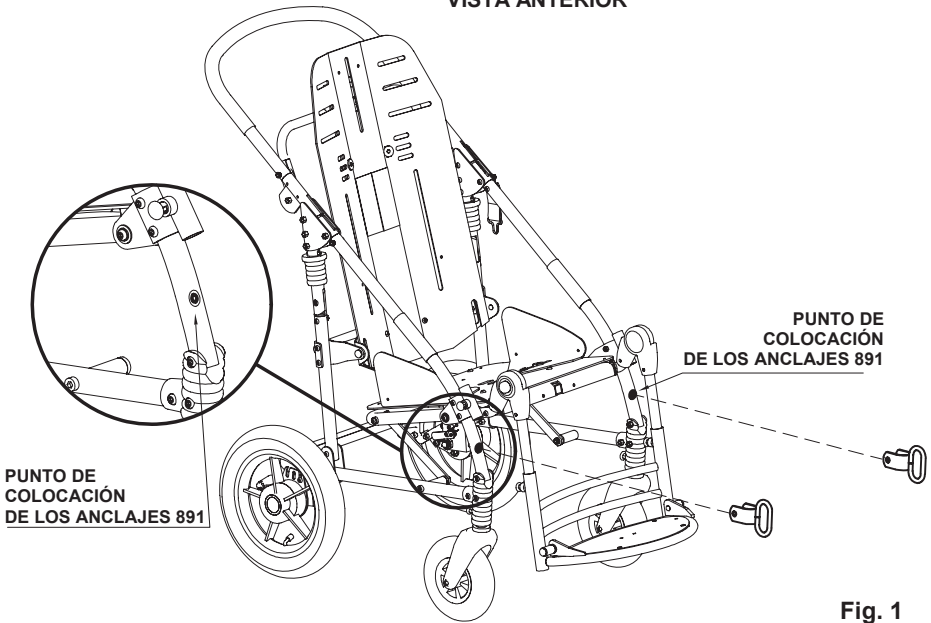
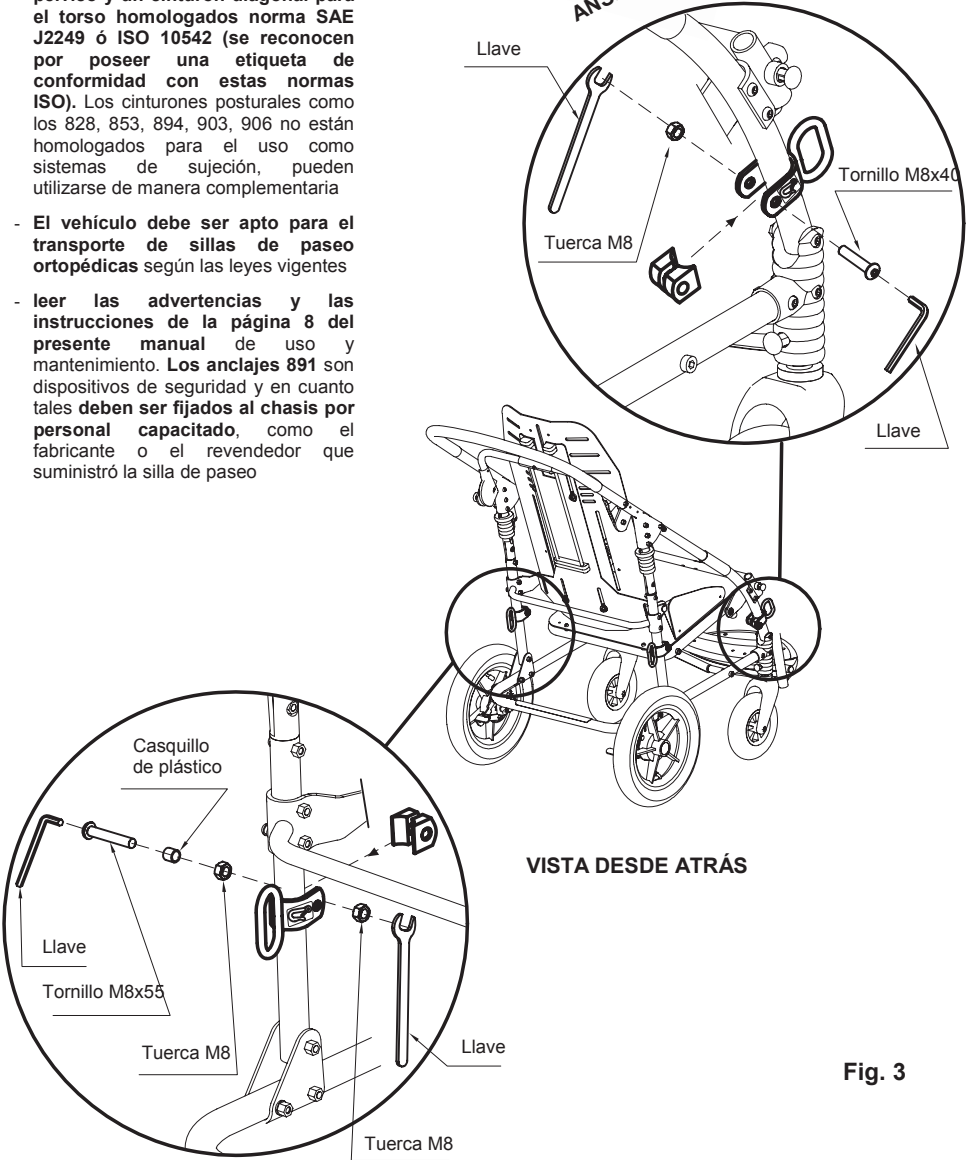
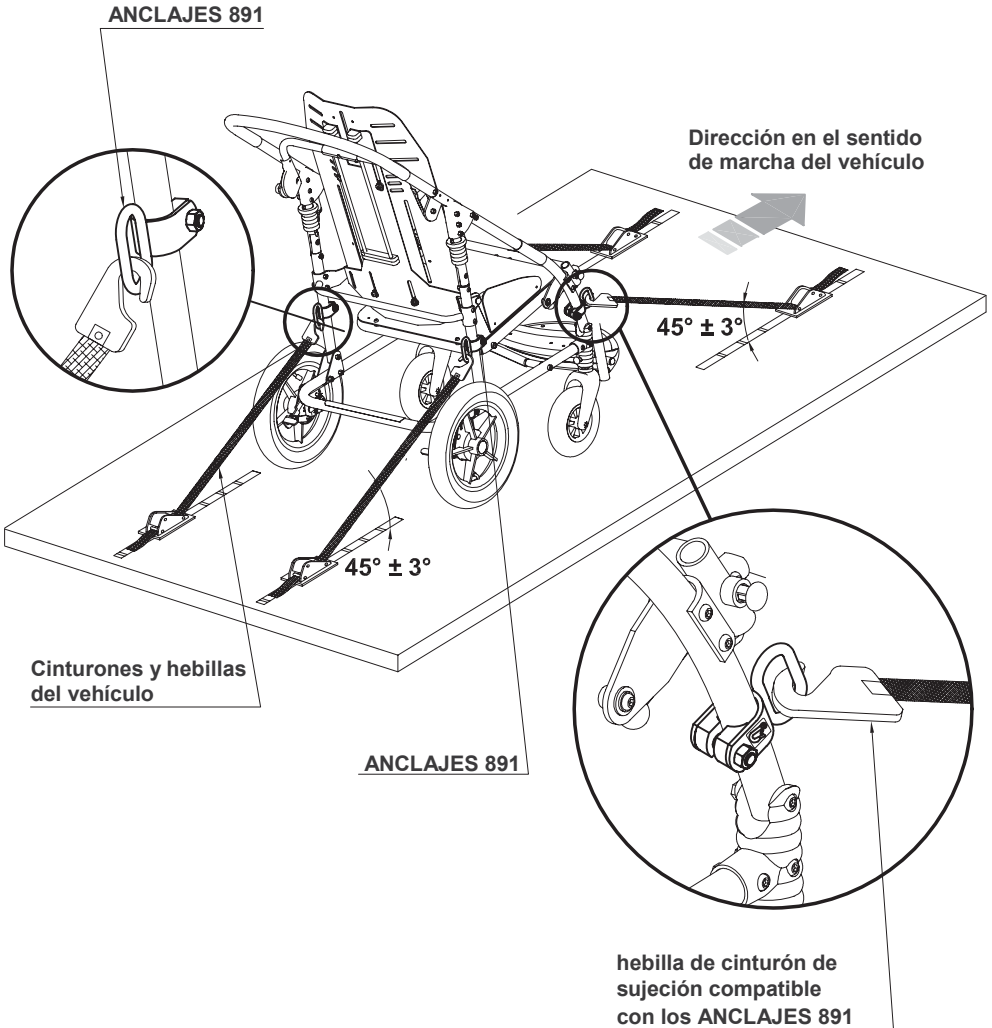

Fig. 1
Fig. 3
Fig. 4
- EL NIÑO SENTADO EN LA SILLA DE PASEO DEBE SER UBICADO EN LA DIRECCIÓN DEL SENTIDO DE MARCHA DEL VEHÍCULO EN MOVIMIENTO (ver fig. 4 pág.12). De acuerdo al apartado 6.3.4 de la norma ISO 7176-19, la conformidad con la norma no impide, sin embargo, poder usar la silla de paseo en la dirección opuesta a la marcha, en los grandes vehículos equipados con espacios para esta finalidad específica
- EL VEHÍCULO DEBE SER APTO PARA EL TRANSPORTE DE SILLAS DE RUEDAS/SILLAS DE PASEO ORTOPÉDICAS DE CONFORMIDAD CON LA NORMA ANSI/RESNA WC/Vol.1 – Sección 19 (ver fig. 4 pág. 12)
- LA SILLA DE PASEO DEBE SUJETARSE AL VEHÍCULO CON EL RESPALDO Y EL APOYAPIERNAS EN POSICIÓN VERTICAL mediante: 1) un sistema de cinturones de sujeción de 4 puntos conforme con la norma SAE J2249 o ISO 10542-2 suministrado con el vehículo (ver fig.4 pág. 12) y 2) el accesorio 891 – ANCLAJES (4 anillos) (ver fig. 1 y 2 pág.10, fig. 3 pág. 11 y fig.4 pág.12)